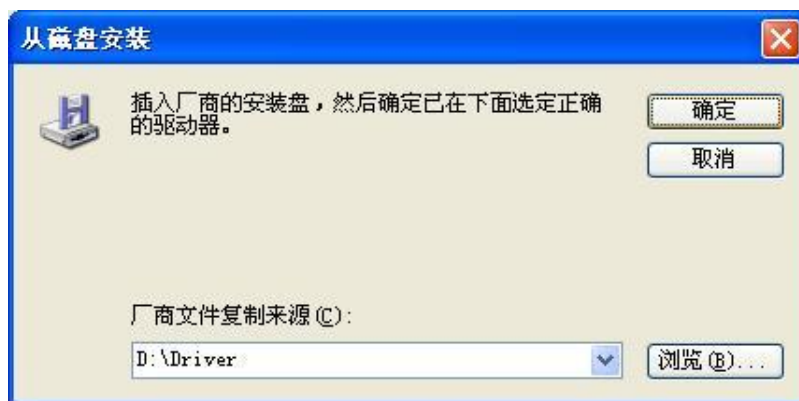

图 2-7 运动控制卡驱动程序安装界面
(7) 选择 GT800 后点击“打开 (O)”，此时如图 2-7 所示。